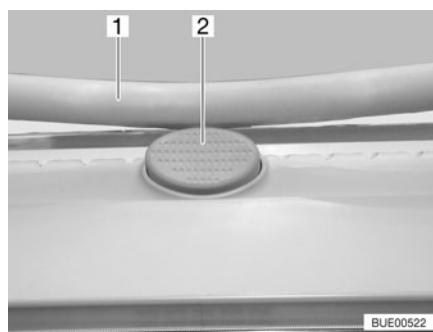

Fig. 49 Botón de seguridad en la claraboya Heki
- Pulsar el botón de seguridad (Fig. 49,2) y tirar la horquilla (Fig. 49,1) hacia abajo con ambas manos.
- Presionar el estribo hacia arriba con ambas manos hasta que la horquilla se encuentre encima del botón de seguridad (Fig. 49,2).